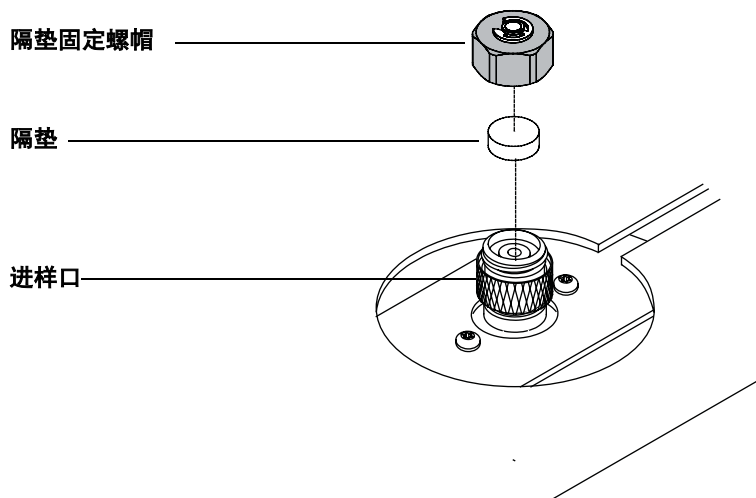

图 76 更换隔垫
- 1 关闭载气流量，降低柱头压至零。拆下隔垫固定螺帽和旧的隔垫。见图 76。